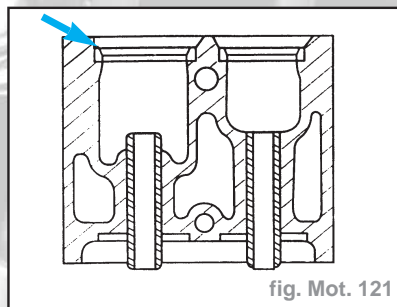

fig. Mot. 121
- Déposer le siège de soupape (flèche) à l'aide d'un outil approprié (fig. Mot. 121).